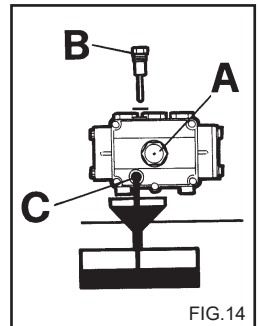

FIG. 14
- 2) Skru proppen af ved hjælp af olie-pinden (fig. 14).